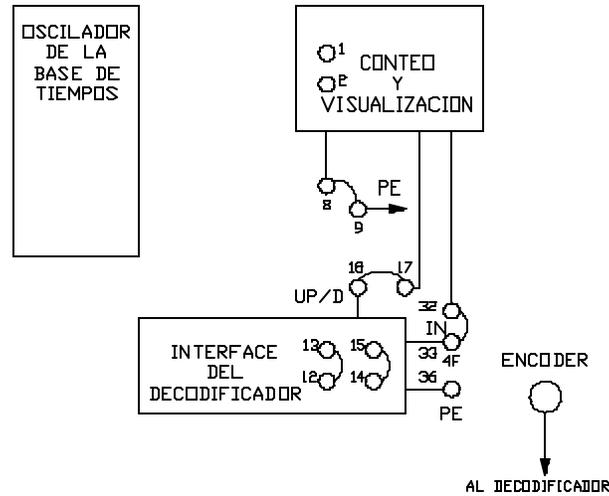

Figura 7
- Hacer las conexiones indicadas en la figura 7.
- Hacer las conexiones indicadas en la figura 7, excepto que se desconecta el borne 18 del 17.
- Hacer las conexiones indicadas en al figura 7, pero desconectar los bornes 8 - 9 y conectar ahora el 1 - 2.